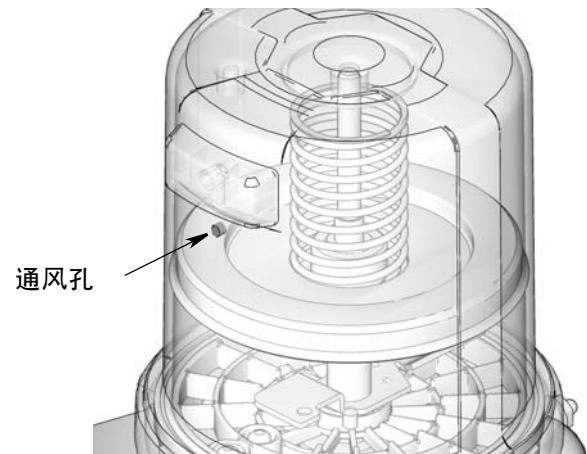

图 9
3. 向油箱加注润滑脂，直至密封从动盘打开通风孔 (图 9) 且大部分空气被排出油箱。